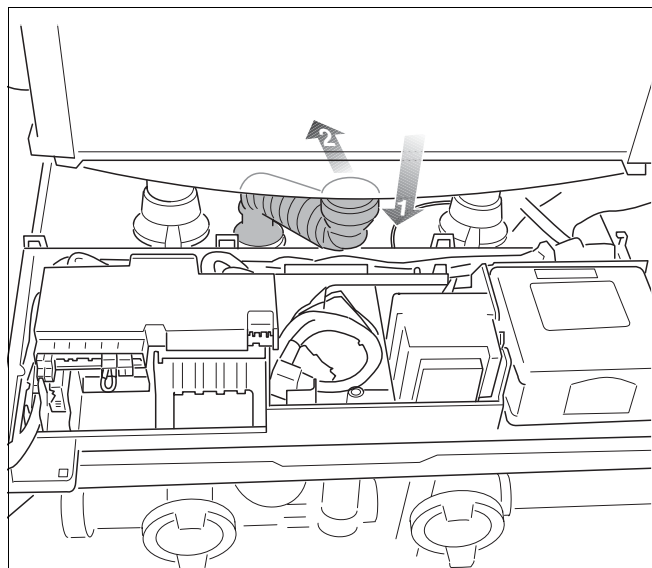

Fig. 119 Scoateți furtunul ondulat
- Desfaceți furtunul ondulat pentru evacuarea condensatului și îndoiți-l către spate (Fig. 119).